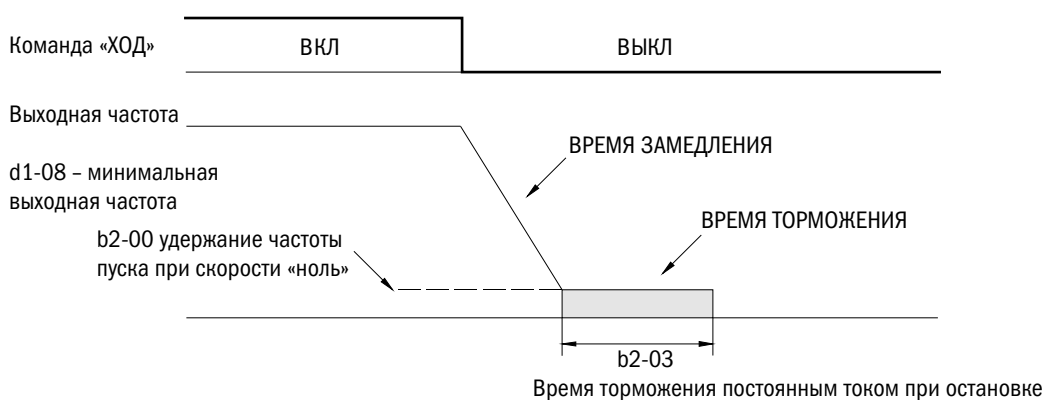

Рис. 6.3. Сигнал остановки
- Для регулирования напряжения/частоты (V/F) с разомкнутым контуром, вектора управления с разомкнутым контуром и вектора управления фазовой модуляцией с разомкнутым контуром. Если выходная частота падает ниже b2-00, торможение постоянным током возможно в течение установленного в b2-03 времени. См. рис. 6.3.